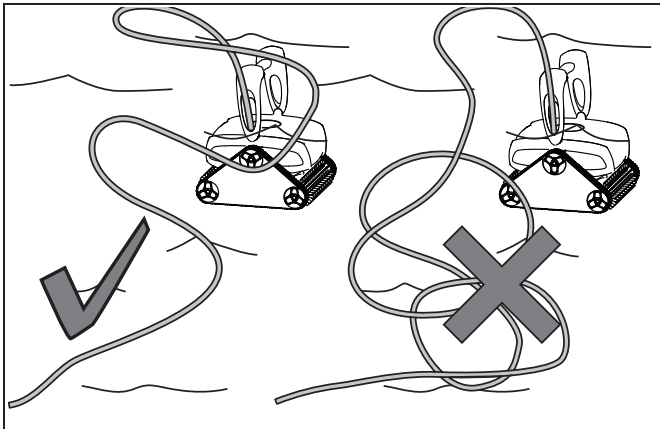

Figura 13. Distribuya el cable flotante sobre la piscina
- Distribuya el cable flotante por la piscina, asegurándose de que no haya nudos o esté enroscado (vea la figura 13).